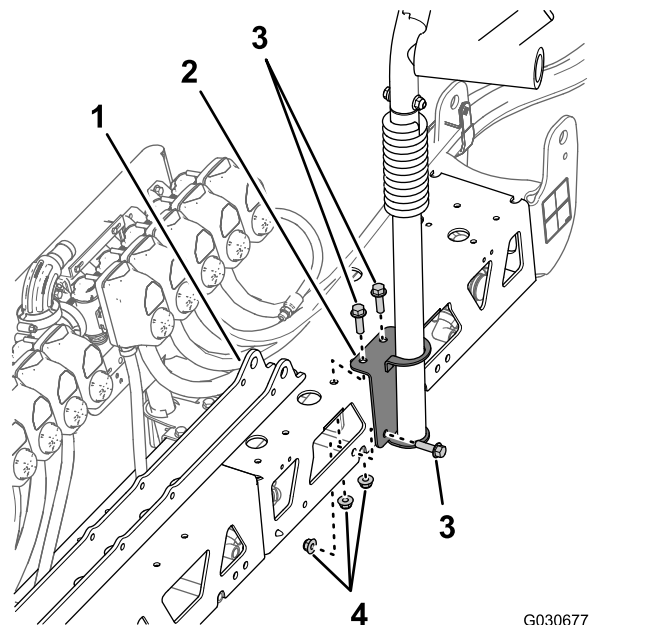

Рисунок 122
1. Совместите отверстия в монтажном кронштейне правой опоры стрелы, снятой при выполнении пункта 3 в разделе Снятие опоры стрелы (страница 42), с отверстиями в верхней и задней частях (справа от крепления цилиндра) новой средней секции стрелы (Рисунок 122).